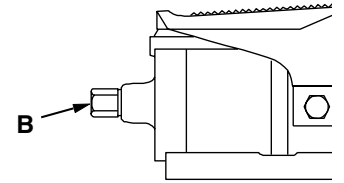

Figure 5
- Voir la figure 5. Raccorder une source d'alimentation en air de  $15,3 \text{ m}^3/\text{h}$  [ $9 \text{ pi}^3/\text{mn}$ ] (minimum) au connecteur pivotant NPTF de  $\frac{1}{4}$ " (B) de la pompe à air. Utiliser exclusivement un flexible ou un raccord rapide de  $\frac{1}{4}$ ". L'usage d'un raccord plus gros et lourd n'est pas recommandé. Étanchéiser le branchement avec un composé pour filetage de haute qualité.